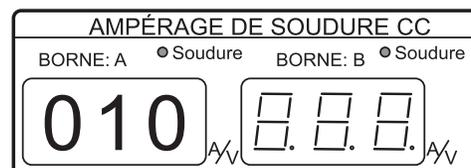

Figure 33. Compteur de soudage à CC (compte à rebours)
- Le compteur de soudage CC affichera la valeur du compte à rebours de préchauffage. L'exemple présenté dans la Figure 33 indique 10 secondes avant que le démarrage du moteur puisse commencer.